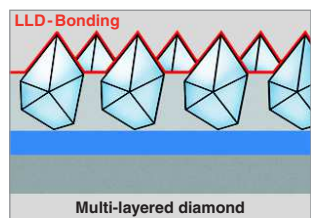

Fig. 1
**Alto rendimento (Fig. 1/3)**
**Alto rendimiento abrasivo (Fig. 1/3)**
**Alto rendimento abrasivo (Fig. 1/3)**